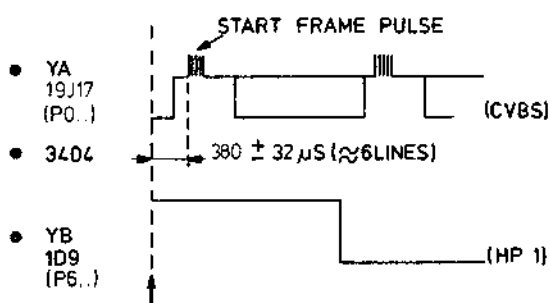

Fig. 1
Regel 3404 af zodat de positief gaande flank in het HP1-signaal zich $380 \mu\text{sec} \pm 32 \mu\text{sec}$ ($\approx 51/2$ lijnen) voor de voorflank van de rasterpuls bevindt. Zie Fig. 1.
- Opname weergeven. (zie Fig. 1)